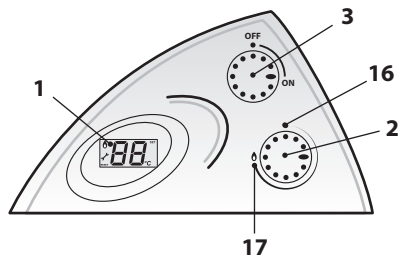

Figura 2.1
- Girare la manopola "ON-OFF" 3 (Figura 2.1) in posizione "ON" (Figura 2.1), il display visualizza la temperatura di regolazione dell'acqua calda impostata con la manopola 2 e se c'è un prelievo di acqua in alto a sinistra si accende il simbolo della fiamma.
- La temperatura dell'acqua calda può essere regolata tra i 35 e 60°C ruotando la manopola di regolazione 2 (Figura 2.1). Con prelievi con poca portata e temperatura impostata al minimo lo scaldacqua potrà dare l'acqua ad una temperatura diversa da quella impostata.